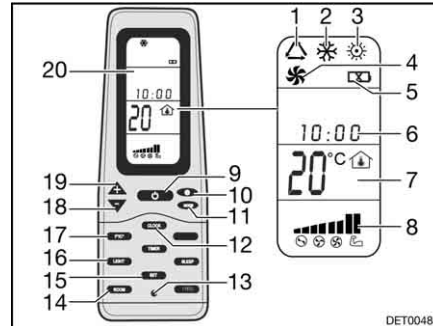

Fig. 144 Télécommande
- Appuyer sur la touche ON/OFF (Fig. 144,9).
- Appuyer sur la touche "Mode" (Fig. 144,11) autant de fois que nécessaire pour que le mode de fonctionnement souhaité (Fig. 144,1, 2, 3 ou 4) s'affiche à l'écran (Fig. 144,20).
- Régler la température désirée à l'aide des touches "+" (Fig. 144,19) et "-" (Fig. 144,18).
- Sélectionner le niveau de ventilation souhaité à l'aide de la touche de vitesse du ventilateur (Fig. 144,10).